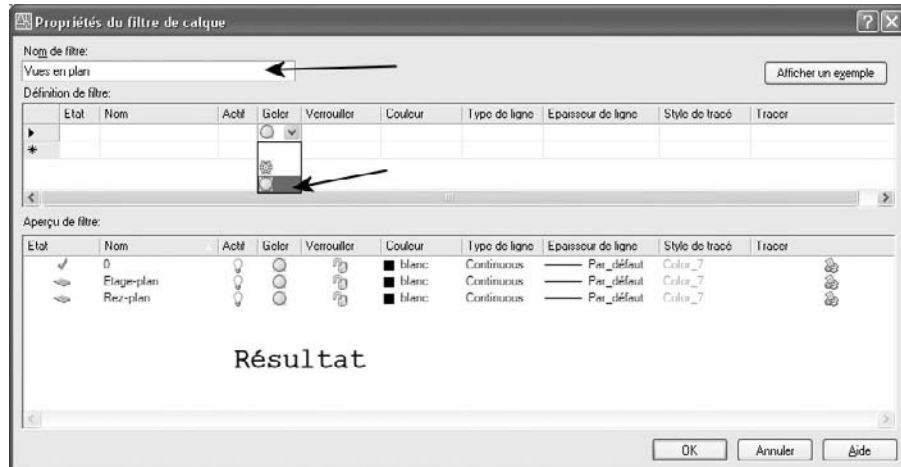

Fig.2.11
- [3] Dans **Définition du filtre** (Filter definition), définissez les propriétés de calque que l'on souhaite utiliser pour définir le filtre. Par exemple, pour ne prendre que les calques dégelés, il convient de cliquer sur l'icône **Dégeler** (Thaw) dans la colonne **Geler** (Freeze). Les options sont les suivantes (fig.2.11) :